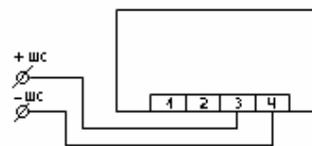
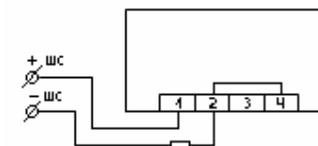

Рис. 1
Рис. 2
- по схеме для работы как активный дымовой извещатель (рис.1)
- по схеме для работы путем разрыва шлейфа сигнализации (рис.2)
5.3 Подключите провода шлейфа к клеммам основания по схемам согласно (рис. 1), (рис. 2).